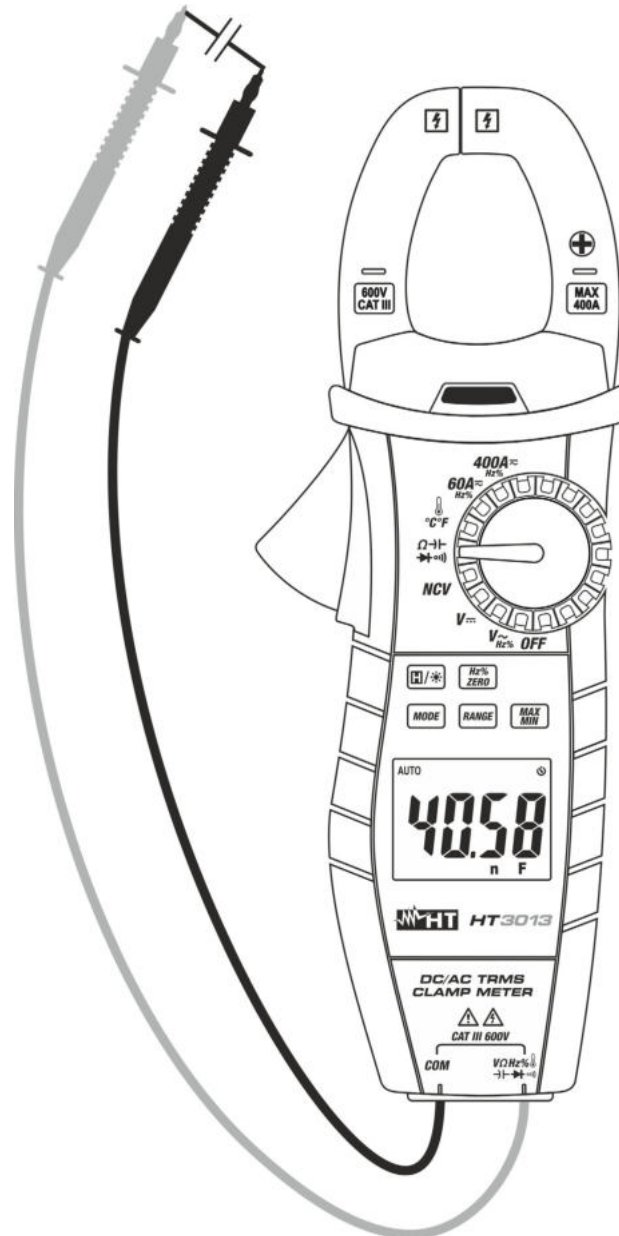

Fig. 9: Uso dello strumento per misura di Capacità
4. Posizionare i puntali nei punti desiderati del circuito in esame (vedere Fig. 9). Il valore della capacità verrà visualizzato sul display